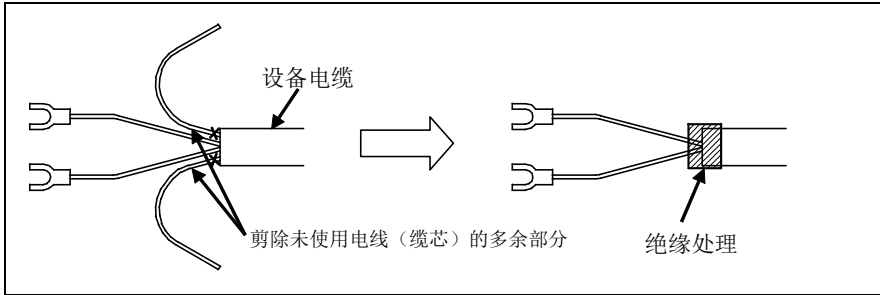

图 5 (a) 设备电缆的处理方法
- 请剪除设备电缆的未使用电线（缆芯）的多余部分并进行绝缘处理。如缠绕醋酸布胶带等。（见图 5 (a)）